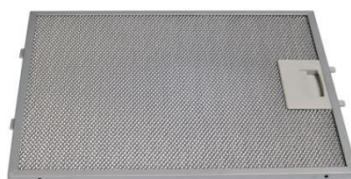

Рис. 2
1. Снимите алюминиевый жирулавливающий фильтр (рис. 2).
7. Установите алюминиевый жироулавливающий фильтр (рис. 2).
Для отсоединения алюминиевого фильтра (рис. 2) следует нажать на пружинный замок на фильтре и вынуть его. Установка фильтра производится в обратном порядке. Следует нажать на пружинный замок на фильтре и установить его на место, после чего замок отпустить.